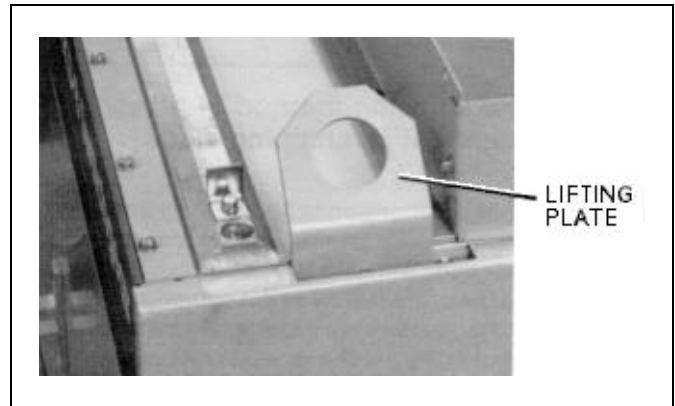

Fig. 4-4. Lifting plate location
**NOTE:** If the equipment line-up was split into shipping sections, the lifting plates on corners of adjacent sections shown in Fig. 4-4 must be removed. Failure to remove these plates will interfere with mating adjacent sections and prevent installation of bus splice plates, structure tie plates, etc.
**NOTE:** Si l'ensemble de l'équipement a été séparé en sections pour l'expédition, il faut que les plaques de soulèvement aux coins des sections adjacentes montrées à la Fig. 4-4 soient enlevées. L'omission d'enlever ces plaques viendra en interférence avec les sections barres omnibus, de l'attache de la structure des plaques, etc.